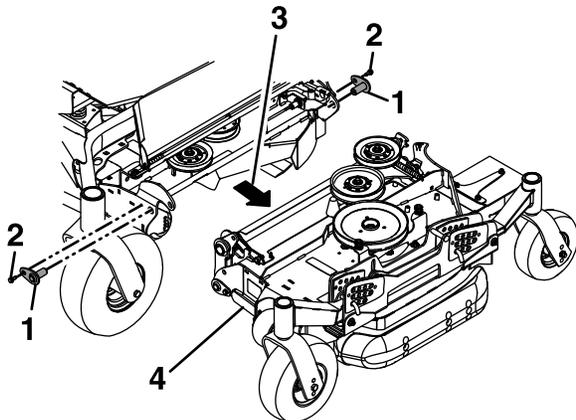

**Рисунок 84**
11. Снимите и сохраните стопорные шплинты и цилиндрические штифты, крепящие конец стержня цилиндров складывания деки и боковые деки (Рисунок 84).